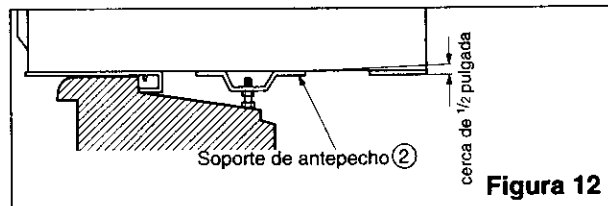

Figura 12
- 11** El gabinete debe instalarse con una inclinación muy ligera (cerca de 1/2 pulgada, 12.7 mm) hacia abajo y hacia fuera (Figura 12).